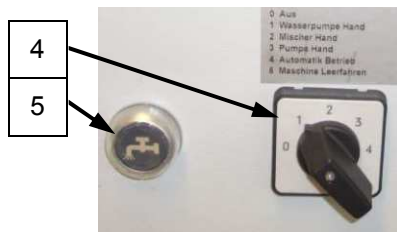

图 37: 选择开关“水泵”位
1. 按住进水按钮 (5) (图: 37)，直至水流量计 (1) 内已找不到任何气泡。
2. 通过调节阀 (2) 调节预计的水量。可通过水流量计视孔玻璃内的锥体 (3) 明确清楚地调节。
3. 接着将步进式开关 (图: 37) 重新旋至“0”位。